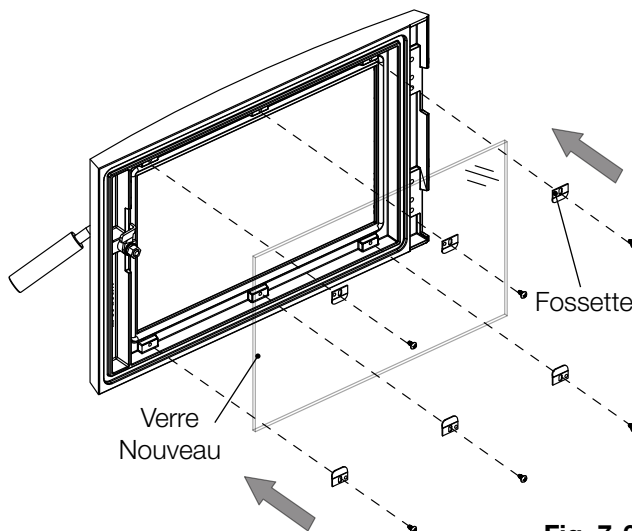

Fig. 7-3
7. Fixez encore les 6 supports de verre en installant les 6 vis précédemment retirés en étape 2 (**Fig. 7-3**). Assurez-vous que les fossettes des support face en la direction opposé du verre.